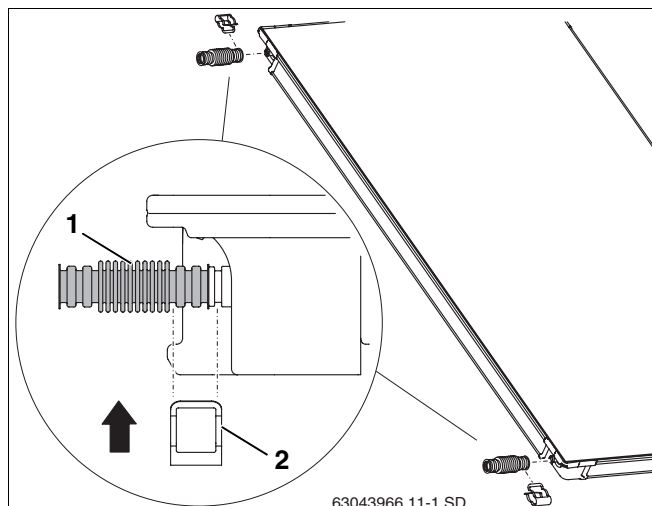

Fig. 45 Monter le connecteur du tube ondulé sur le premier capteur
- Glisser le connecteur (fig. 45, **pos. 1**) sur les raccords gauches du premier capteur.
- Glisser la bride de fixation (fig. 45, **pos. 2**) servant à sécuriser le raccordement, sur le connecteur du tube ondulé et le raccordement du capteur.